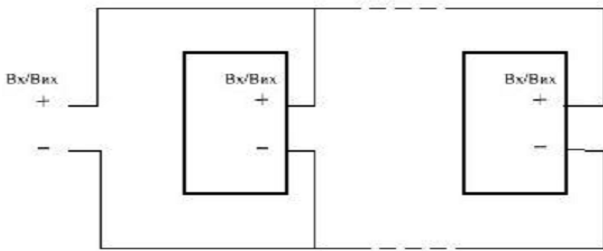

Рис. 8 Схема з'єднання сигналізаторів двопровідним шлейфом
7.2 Для об'єднання сигналізаторів в групу необхідно з'єднати їх за допомогою двопровідного шлейфу (дивись Рис. 8).
7.3 Для об'єднання сигналізаторів в групу необхідно витягти заслінку на корпусі сигналізатора та вставити клемник (додається в комплекті) в контактні штирі плати сигналізатора під'єднавши, дотримуючись полярності, двопровідний шлейф до даного роз'єму сигналізатора (дивись Рис.8).